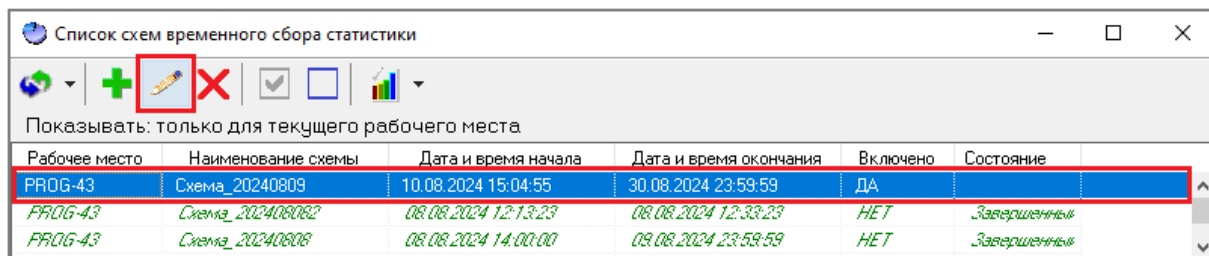

Рисунок 12-117 Редактирование схемы ВСС через панель инструментов окна "Список схем временного сбора статистики"
- либо нажмите кнопку «Редактировать схему»  на панели инструментов (см. п. 12.6.1.1) окна «Список схем временного сбора статистики» (см. Рисунок 12-117);